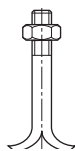

Fig. 8: Ankerskruer
- Hekt i ankerskruer (se fig. 8) i borehullene for dette.